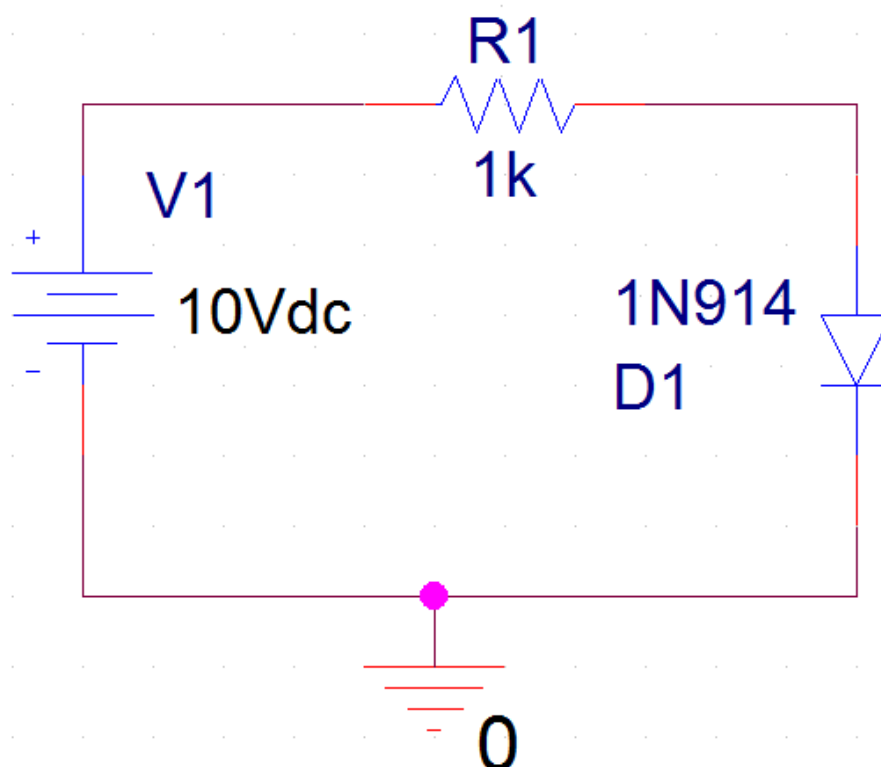

Рис. 14.1. Схема модели с диодом
1. Создадим новый проект PR-22. Из библиотеки `pspice>advanls>di` выберем диод 1N914 и соберем схему (рис. 14.1). Добавим файл `di` в библиотеки проекта.